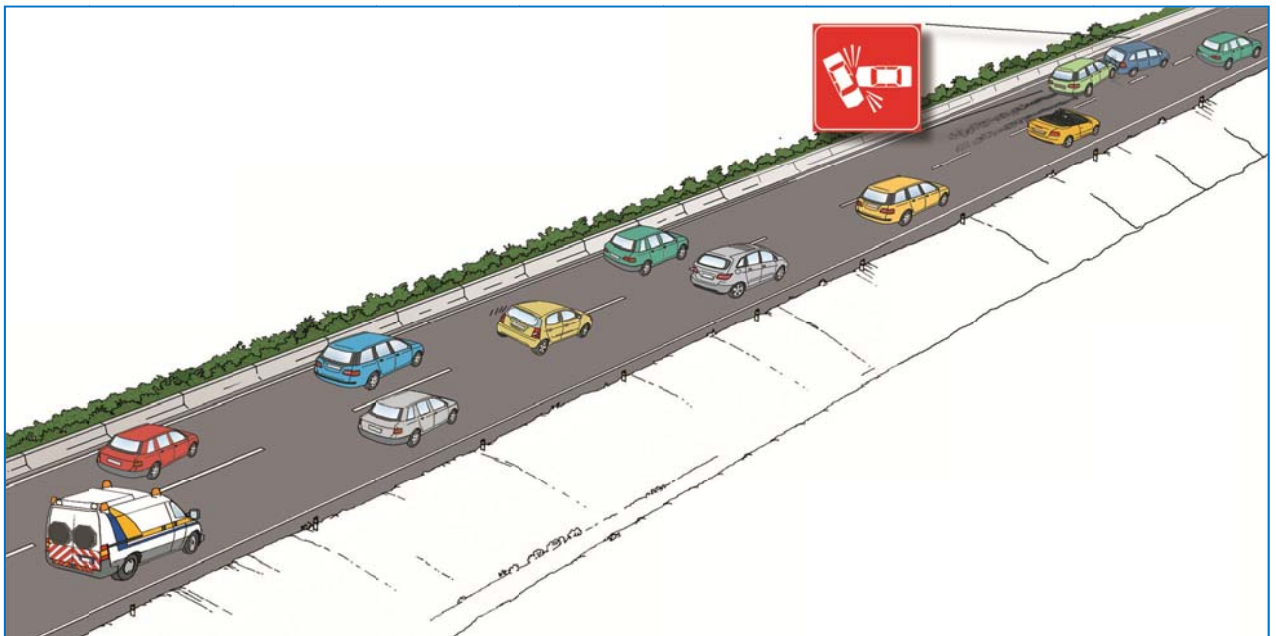

Fig. 19
- dare immediata comunicazione alla Sala Radio di tale situazione (fig.19)